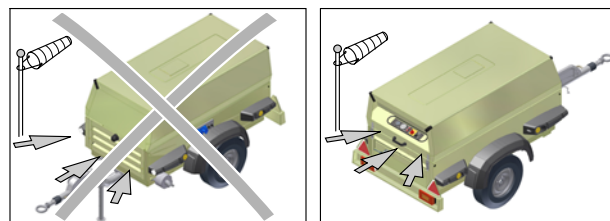

Fig. 3.4 Kompressorens bagende op mod
Træk parkeringsbremsen (3). Kompressoren skal så vidt muligt stå vandret; den kan dog bruges, selvom den ikke står helt vandret, men positionen må ikke være mere end 15° ude af vater. Hvis kompressoren parkeres på en hældning, skal der lægges klodser (kan fås som ekstraudstyr) foran eller bag hjulene. Sæt kompressoren mod vinden (se fig. 3.4), ikke hvor der er vindstrømme og ikke ved en mur. Undgå at motorens udstødning vender tilbage til indsugningen. Det kan forårsage overophedning, så motorens effekt reduceres.